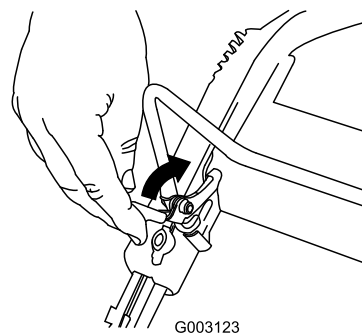

Рисунок 17
Чтобы заглушить двигатель, нажмите и держите кнопку выключения двигателя в нажатом положении до тех пор (Рисунок 17), пока двигатель не остановится.
1. Оттяните фиксатор штанги управления (Рисунок 17).